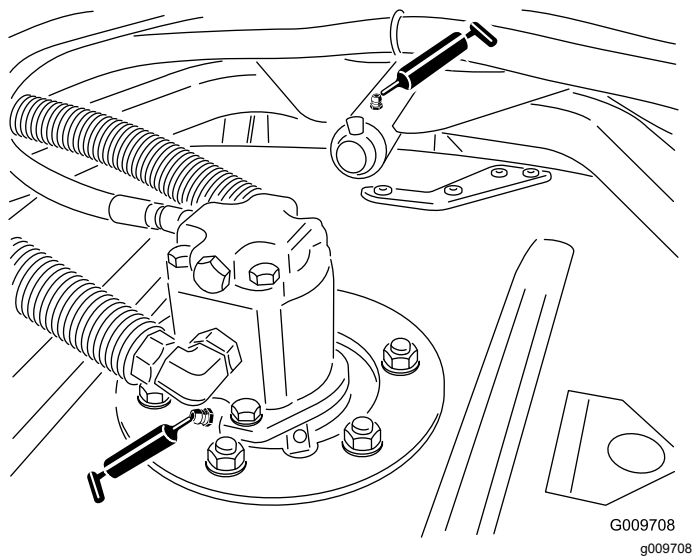

图 39
- 滚刀组锭轴轴承每个滚刀组 2 个如图 39 所示
- 滚刀组承载臂轴套每个滚刀组 1 个如图 39 所示